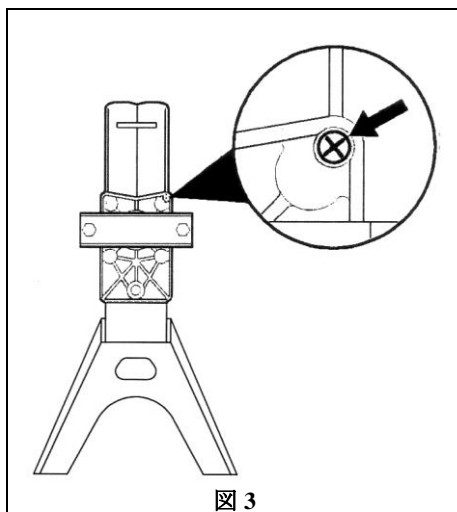

図 3
『ウッドファザーWF-07』には、オイルタンク内の気圧を一定に(大気圧と等しく)するために、図3に示す位置にエアーベント(空気穴)があります。
- 薪割り作業をするときはフレームのエッジ側端面にあるエアーベントスクリュー(図3参照)を3~4回転弛めます。
- 運搬するときは油漏れ防止のためエアーベントスクリュー(図3参照)を軽く締め付けておきます。